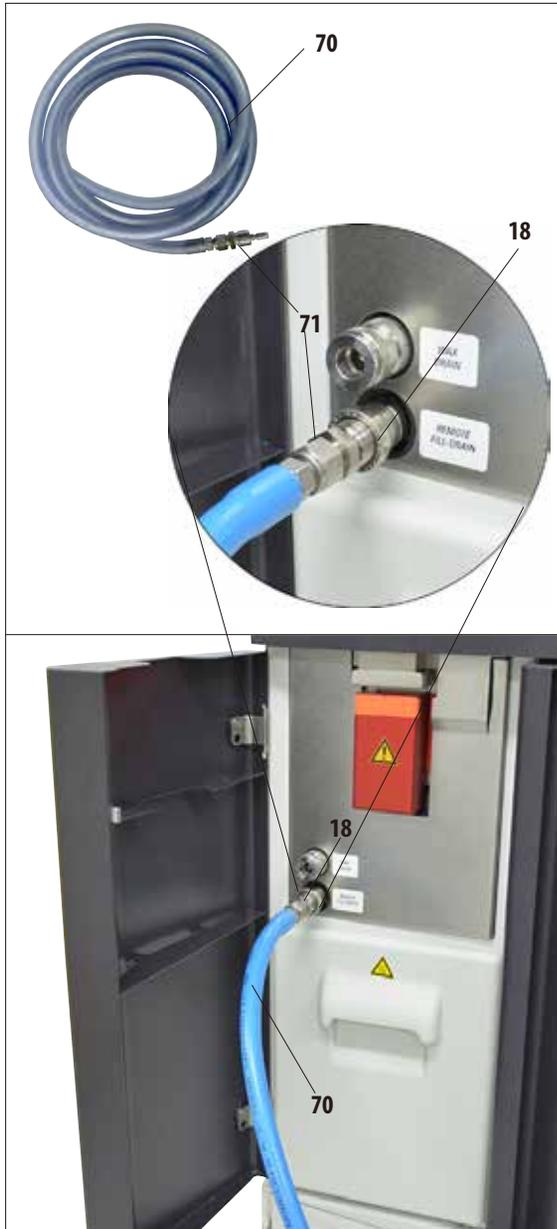

Fig. 161
- Brancher le flexible de remplissage/vidange sans contact (70) comme indiqué à la fig. 161.
- Lors de l'insertion du flexible dans l'embout de raccordement (pos. 18 de la fig. 161) pour réactifs, l'enclenchement du connecteur (71) dans l'embout doit être nettement audible.